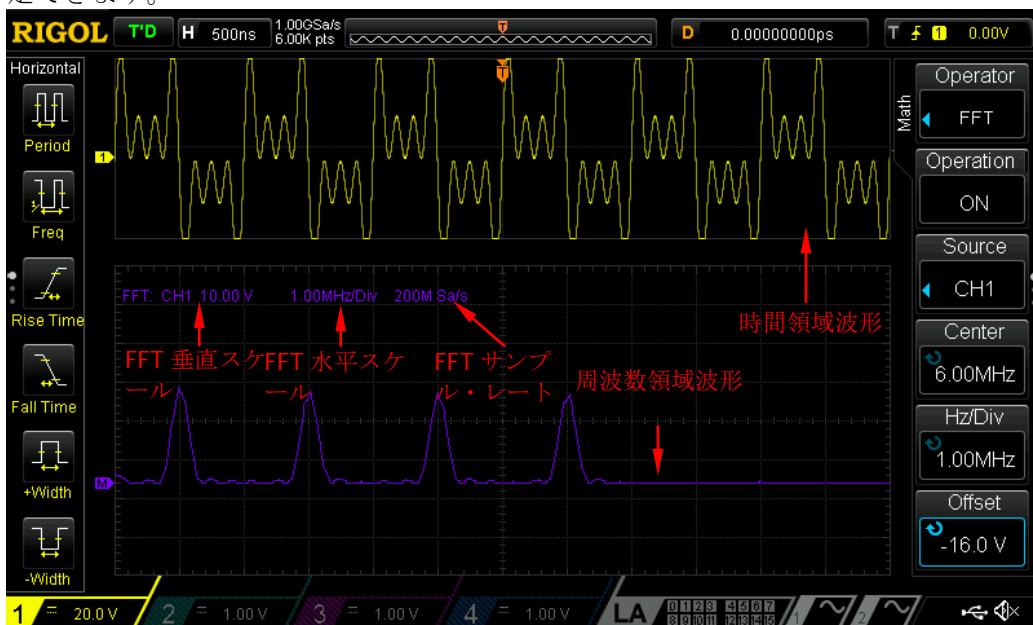

図 6-1 FFT 演算
**演算** を押し、FFT 演算機能を有効または無効にします。FFT 演算が有効な場合、時間領域波形および周波数領域波形はそれぞれ図 6-1 に示す通り初期設定にて画面に表示されます。FFT サンプル・レートは、100 を上図の現行水平時間基準で割った値と同等です。